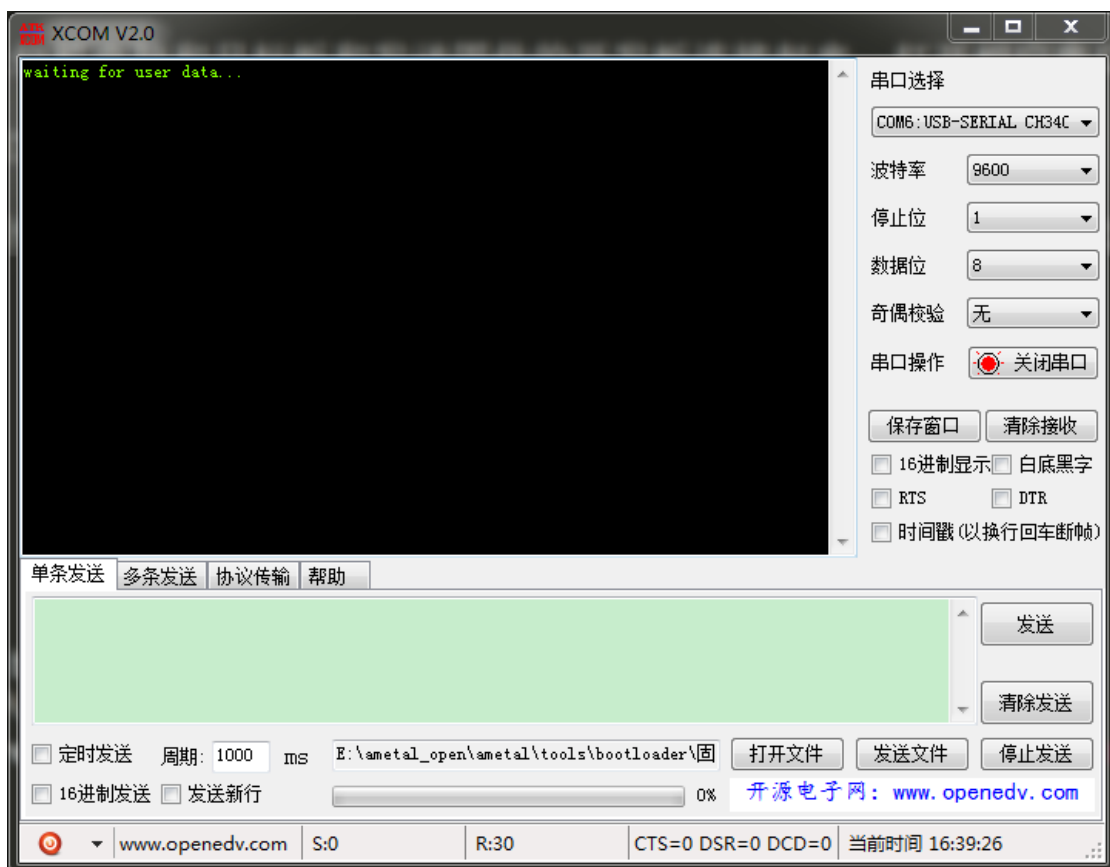

图 14: 发送板等待数据
3、若已经烧写 bootloader 程序和固件发送程序，按下固件发送板的复位按键 RST（注意短接相应的跳线帽）将板子复位运行，发送板等待数据发送，如图 14 所示。